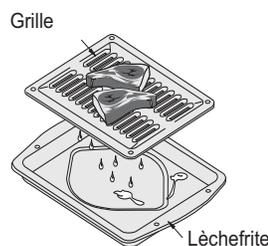

Figure 30 : Lèchefrite/grille
1. Disposez les grilles dans le four et placez la grille de la lèchefrite sur la lèchefrite, puis placez la viande sur la grille. Assurez-vous de respecter tous les avertissements et toutes les mises en garde (**Figure 30**). Assurez-vous de fermer la porte du four.